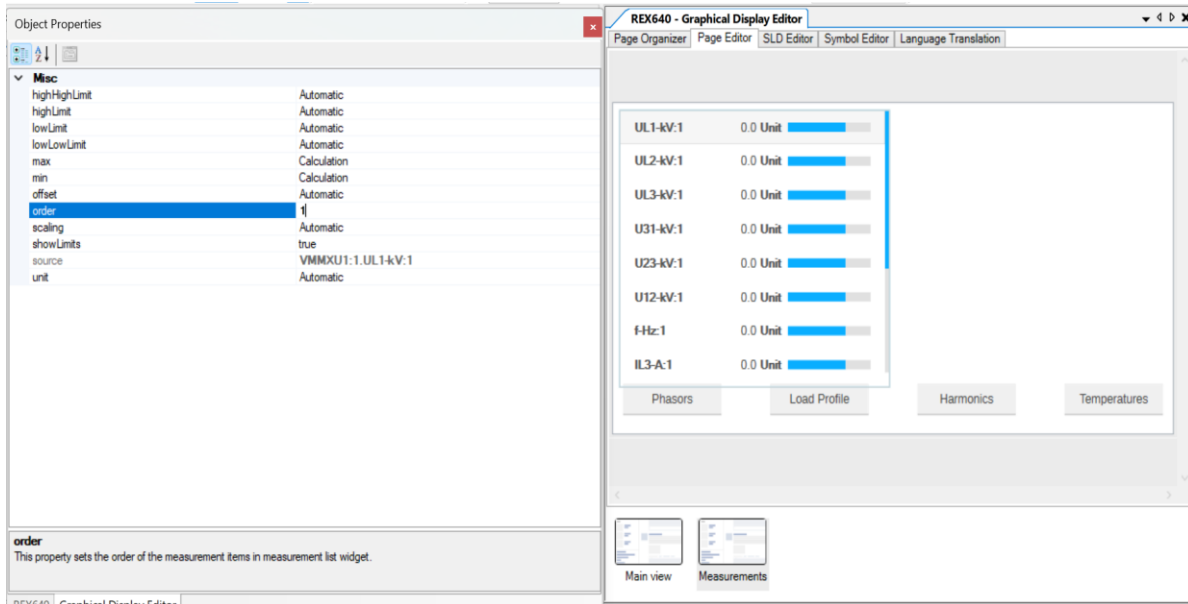

Imagen 169_Ventana 2 para el display del REX640.
3.31 Obteniendo así la siguiente ventana como se muestra en la **Imagen 169**.